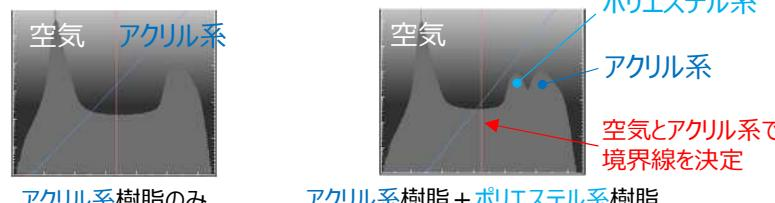

図3 グレー値の分布
①アクリル系樹脂サンプルのみのスキャンと、それにポリエスル系樹脂サンプルを含めた混合スキャンを実施。
②グレー値のヒストグラムの分布からアクリル系樹脂をマテリアルとして抽出(図3)。